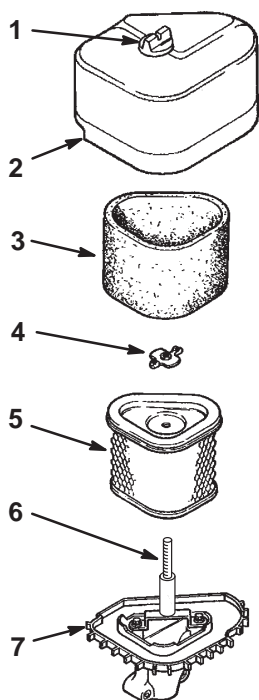

Figure 27
2. Nettoyez la surface autour du filtre à air pour éviter que des impuretés ne s'introduisent dans le moteur et l'endommagent. Dévissez le bouton et déposez le couvercle du filtre à air (Fig. 27).
- Enlevez l'écrou papillon et retirez l'ensemble élément en mousse et élément en papier du goujon (Fig. 27).
- Glissez délicatement l'élément en mousse hors de l'élément en papier (Fig. 27).
- Glissez délicatement l'élément en mousse sur l'élément en papier (Fig. 27).
- Posez l'ensemble filtre à air sur sa base (Fig. 27).
- Reposez le couvercle du filtre à air et fixez-le en place avec l'écrou (Fig. 27).